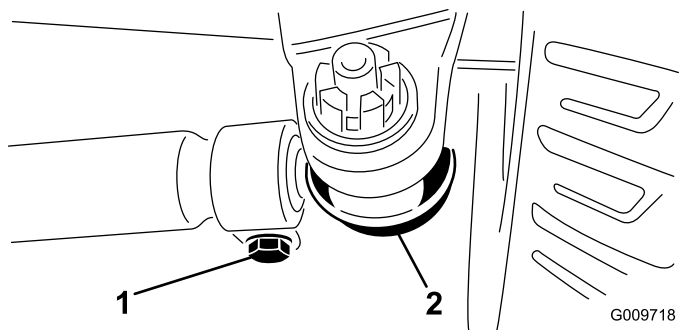

Bild 114
3. Entfernen Sie den Splint und die Mutter von einem der Spurstangen-Kugelgelenke (Bild 114), um die Vorspur einzustellen.
5. Lockern Sie die Klappen an beiden Enden der Zugstangen (Bild 114).